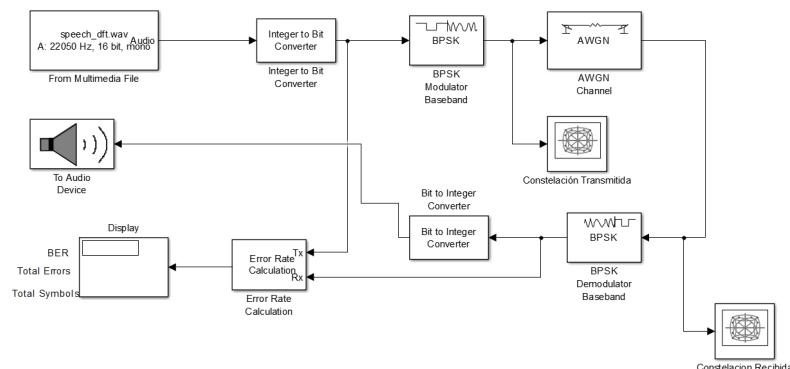

Figura 10: Bloque Modulador y Demodulador BPSK para streaming de audio
1. Localice el archivo **BPSK\_Sound.slx** y proceda a abrirlo. Es importante que inspeccione el archivo y los bloques estén interconectados de forma correcta. En la figura 10 se muestra el diagrama de bloques para un modulador y demodulador en Simulink. **NOTA: Es importante tomar en cuenta que el bloque To Audio Device fue usado para la versión de Matlab 2015b pero para versiones superiores puede utilizar Audio Device Writer si fuera necesario que le de un problema.**